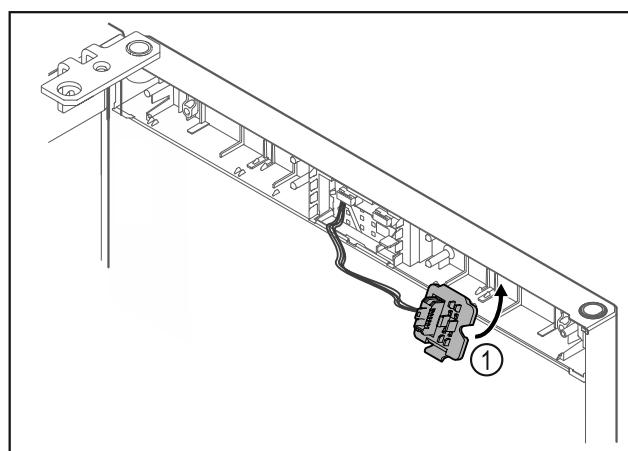

Fig. 14
► Steckerhalterung Fig. 14 (1) auf Gegenseite einrasten.*